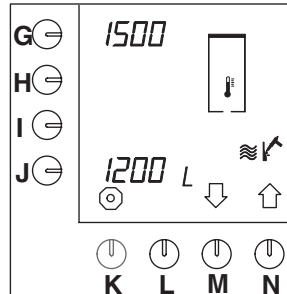

Fig. 27 Varmtvandssystemets afkalkningstæller
- Afkalkningstælleren vises i displayet (fig. 27).